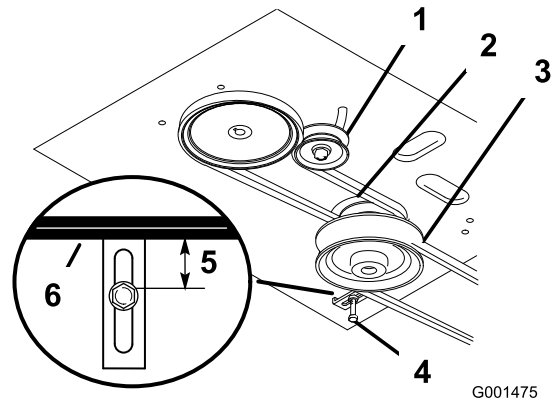

Figure 32
4. Enlevez la courroie du tablier de coupe (Figure 32).
5. Desserrez le boulon de pivot jusqu'à ce que la poulie de tension puisse coulisser dans la fente et déposez la courroie de transmission du moteur et des poulies d'entraînement (Figure 32).
6. Montez la courroie d'entraînement neuve sur les poulies de moteur et d'entraînement (Figure 32).
7. Insérez la poulie de tension dans le bâti du moteur pour tendre la courroie de transmission (Figure 32).
8. Installez la courroie du tablier de coupe (Figure 32).
9. Vérifiez que le guide de courroie sous le bâti du moteur est réglé correctement (Figure 32).
13. Vérifiez que le guide de courroie sous le bâti du moteur est réglé correctement (Figure 32).